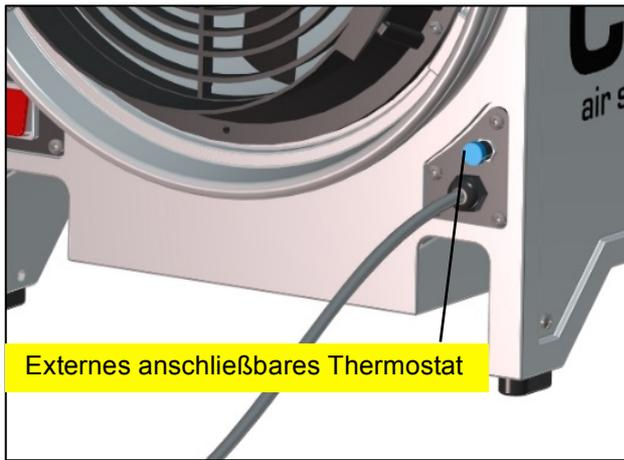
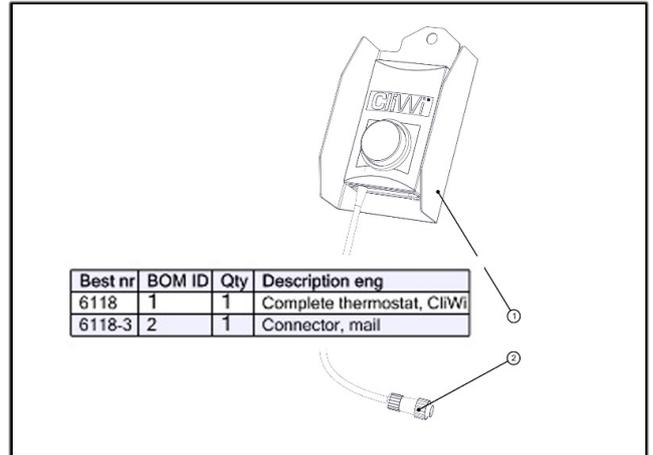

Bild 3
Bild 4
6. Ein Temperaturregler kann bei Bedarf angeschlossen werden (Bild 3). Die Temperatur kann auf zwischen 0 - 60°C durch Einstellen am Regler eingestellt werden (Bild 4).